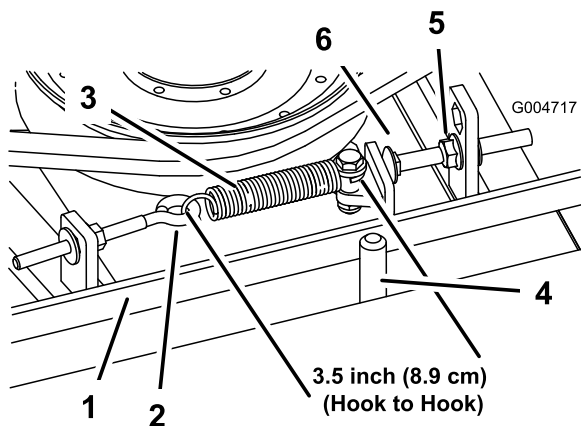

Рисунок 69
При правильном натяжении результат измерения натяжной пружины внутри (между крюками) должен быть приблизительно равен $8,9 \text{ см} \pm 0,63 \text{ см}$. После достижения правильного натяжения пружины отрегулируйте упорный болт (каретный болт) до достижения зазора прибл. $0,32 \text{ см} \pm 0,152/0,000 \text{ см}$ между головкой болта и рычагом натяжного шкива (Рисунок 69).
Примечание: Убедитесь в том, что ремень расположен на направляющей ремня со стороны пружины (Рисунок 69).
- Ослабьте рым-болт, чтобы можно было снять натяжную пружину (Рисунок 69).
- Ослабьте фланцевую гайку, которая крепит упорный болт к монтажному выступу. Отверните гайку на достаточную величину, чтобы рычаг натяжного шкива мог пройти мимо упорного болта (Рисунок 69). Для снятия натяжения ремня отведите натяжной шкив от ремня.
- Заново подсоедините натяжную пружину (Рисунок 69) к рым-болту и натяните ремень следующим образом: